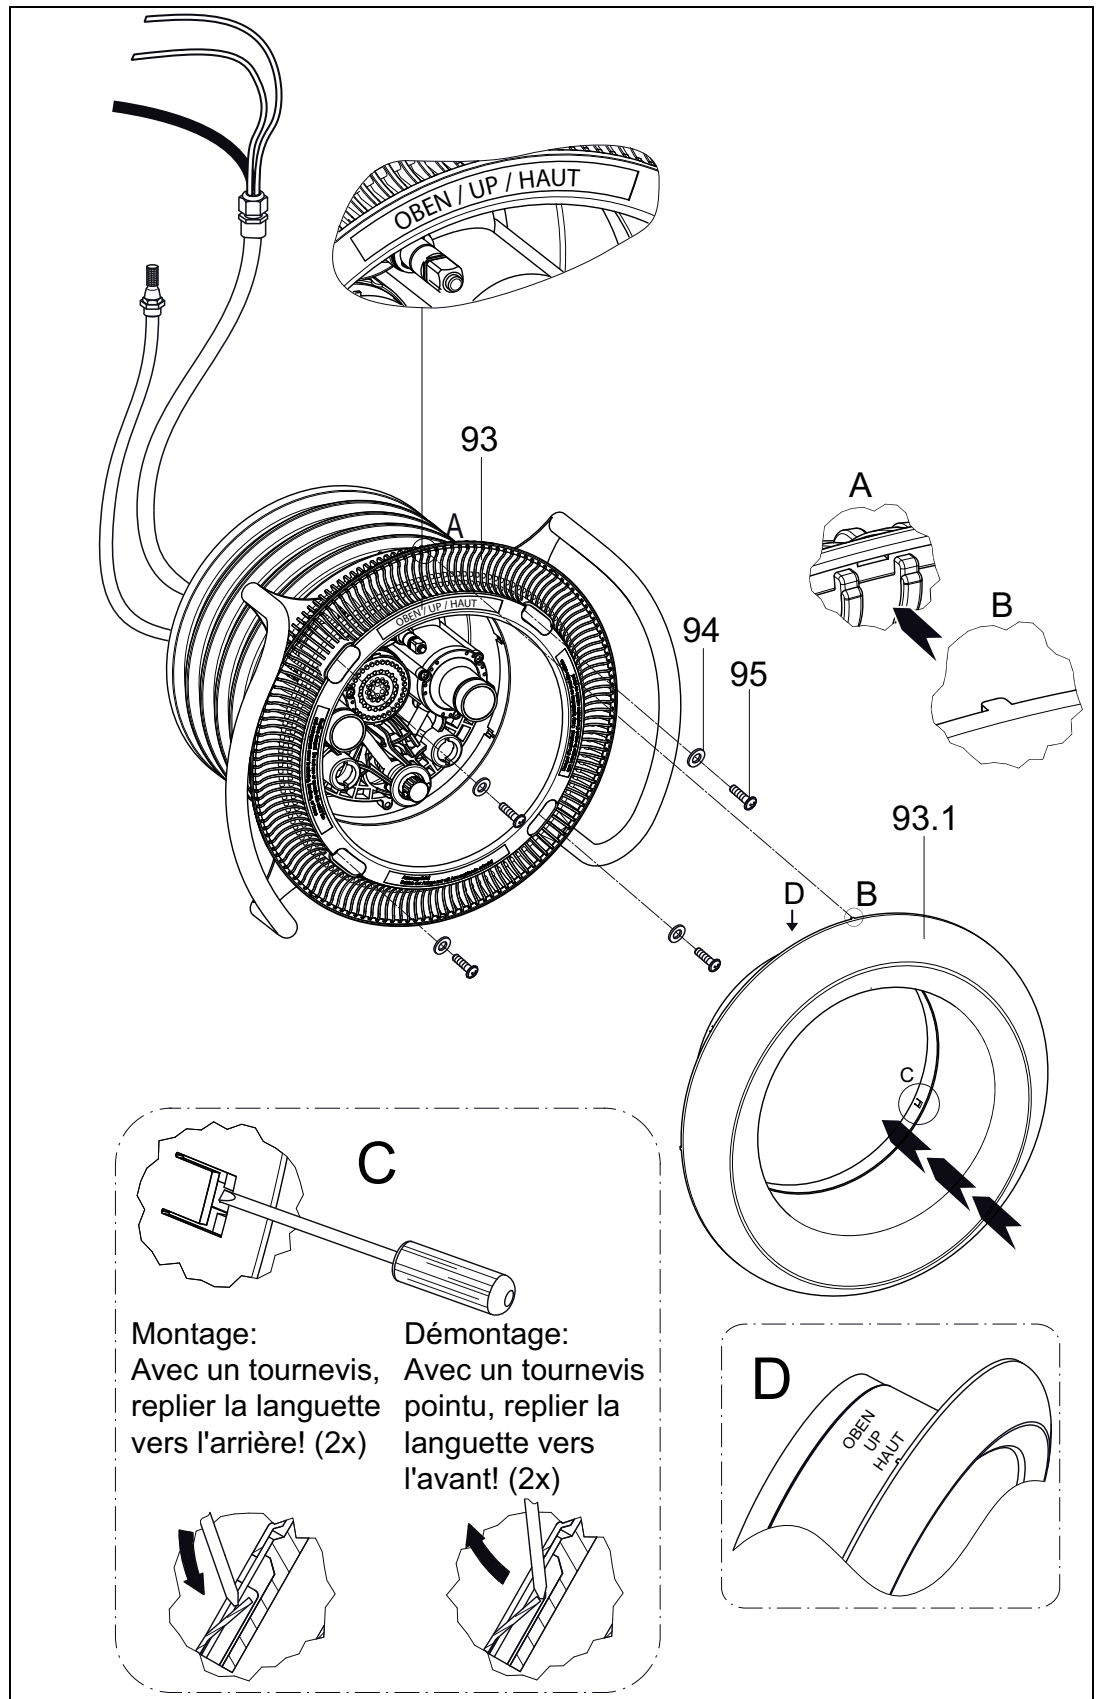

Fig. 11
8. Placer le carter d'aspiration **(93)** sur le collier de serrage **(28)** et le fixer avec quatre rondelles **(94)** et quatre vis auto taraudeuses **(95)** (*Fig. 11*). Veiller à la position de montage!
9. Aligner l'enjoliveur en acier inoxydable (**93.1**) sur les plots de centrage en surplomb sur les évidements disponibles dans le carter d'aspiration (**93**). Tenir compte du marquage "OBEN" (HAUT) sur l'enjoliveur en acier inoxydable. Pour le blocage de l'enjoliveur, replier les deux languettes latérales latéralement vers l'arrière avec un tournevis (*Fig. 11*).